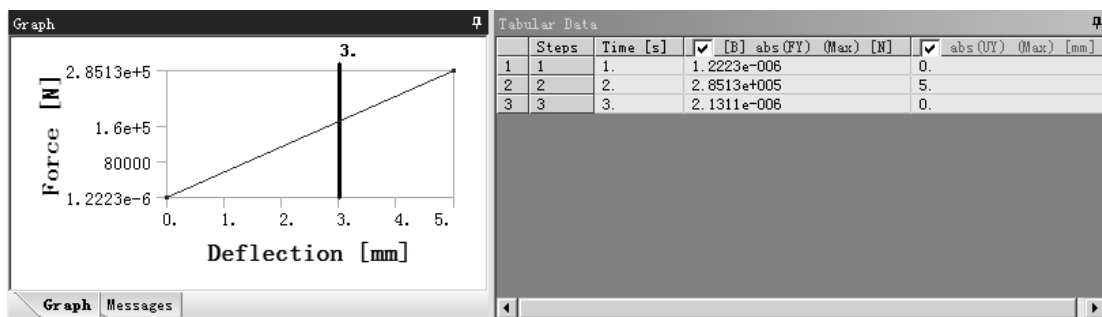

图 9.7.33 FY 与 UY（力与位移）之间的关系图表
(1) 插入 Chart。在工具栏中单击“New Chart and Table”按钮 ，弹出“Details of ‘Chart’”对话框。
(2) 选取对象。单击以激活 **Definition** 区域 **Outline Selection** 后的文本框，在“Outline”窗口中选取 **abs(FY)** 和 **abs(UY)** 为对象，单击 **Apply** 按钮确认。
(3) 定义设置。（注：本步的详细操作过程请参见随书光盘中 video\ch09.07\reference\文件下的语音视频讲解文件“nonliner_analysis-r05.exe”。）
(4) 查看图表结果。展开“Graph”窗口，观察到 FY 与 UY（力与位移）之间的关系为一直线，即两者为线性关系，如图 9.7.33 所示。
求解完成后，图 9.7.33 所示的力-位移之间的关系呈一条倾斜直线，说明二者成正比关系，此时可以将结构看成是一等效的弹簧，且在此过程中基本无塑性变形。